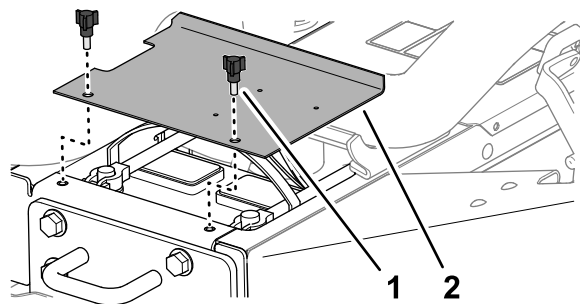

Рисунок 42
1. Отпустите защелки на левой и правой сторонах капота (Рисунок 42).